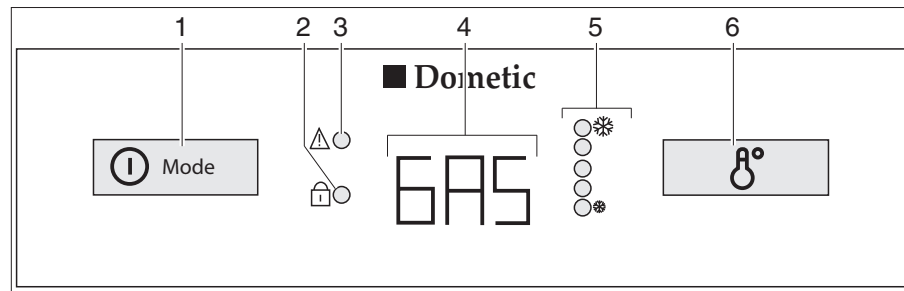

Fig. 320 Elementos de mando para el frigorífico (Dometic de la serie 8 con AES)
Con averías, parpadeará el visualizador LED avería "⚠" (Fig. 320,3).
Si **no** está conectada la alimentación de 230 V y el motor del vehículo está **desconectado**, el AES selecciona el suministro de gas. Al seleccionar el suministro de gas se abre automáticamente el seguro de encendido, de forma que puede fluir gas hacia el quemador. Simultáneamente se conecta el encendedor electrónico. Si se apaga la llama de gas, p. ej. debido a un golpe de viento, el encendedor se activa inmediatamente y enciende de nuevo el gas. Con una avería en el funcionamiento a gas, en el piloto (Fig. 320,4) parpadeará el texto "GAS".
Una vez conectado, el frigorífico selecciona automáticamente el ajuste medio del termostato. Este ajuste puede regularse posteriormente a mano con el conmutador para el ajuste de temperatura (Fig. 320,6). Los visualizadores LED (Fig. 320,5) indican el ajuste seleccionado del termostato. Con el interruptor se ajusta la temperatura de refrigeración para los tres tipos de energía. Pasan algunas horas hasta que el frigorífico alcanza la temperatura de servicio normal. Al conmutar el modo de funcionamiento se mantiene el ajuste del termostato. La temperatura de refrigeración se mantiene independientemente del tipo de energía.
- Pulsar el conector/selector de energía (Fig. 320,1) 2 segundos para conectar el aparato. Se visualiza el último modo de funcionamiento seleccionado en el piloto (Fig. 320,4).
- Seleccionar el tipo de energía con el conector/selector de energía (Fig. 320,1).
- La temperatura de refrigeración puede ser ajustada en el conmutador para el ajuste de temperatura (Fig. 320,6). Los visualizadores LED (Fig. 320,5) indican el ajuste seleccionado del termostato.
- Pulsar el conector/selector de energía (Fig. 320,1) 2 segundos. Todos los visualizadores se apagan.